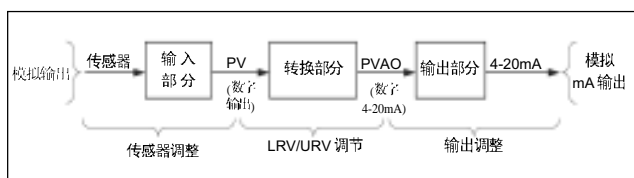

图1
1. 用F740系列产品(如744)可以对一个自动化的回路进行校验。只需将温度变送器的热电偶探头从现场断开接入744的热电偶接口处,将744电流测量探头接入4~20mA回路。然后744将可以全自动地对整个温度测量回路进行多点的校验。并自动生成校验报告。(图1)
(图1)
以下我们举例说明如何运用 F740 系列过程认证校准器(DPC)的“定制单位和用户输入值”功能实现自动化系统的整体调试和校验。图 1 是一个过程控制环路的实例图。
(图 1)
HART 仪器由三个不同的部分组成(见图1)。正确的HART校准可能涉及传感器调节(Sensor Trim)及输出调节(Output Trim)之一或者二者都涉及。不使用校准器而调节量程值(Range Value)(LRV和URV)并不是校准。而忽略输入部分来进行输出调节也不是正确的校准。如果PV和PVAO没有用于过程控制, 对于在4-20mA模拟模式下工作的仪器来说, 使用一台校准器来调节量程值可能是一种实际的校准替代方法。